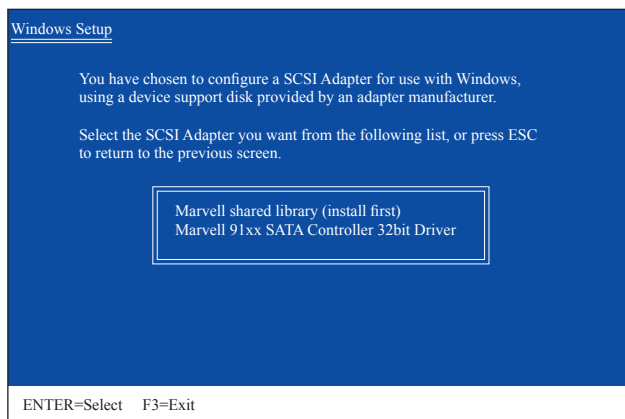

図3
SATA RAID/AHCIドライバを含むフロッピーディスクを挿入し、<Enter>を押します。次に、以下の図 3 のようなコントローラメニューが表示されます。Intel(R) Desktop/Workstation/Server Express Chipset SATA RAID Controller を選択し、<Enter>を押します。AHCIモードの場合、キーボードの矢印キーを使用して Intel(R) Desktop/Workstation/Server Express Chipset SATA AHCI Controller アイテムにスクロールし<Enter>を押します。
SATA AHCI ドライバを含むフロッピーディスクを挿入し、<Enter>を押します。画面に2つのドライバが表示されますが、どのどちらもインストールする必要があります(図3)。まず、Marvell shared library (最初にインストール)、<Enter>を押します。次の画面で、<S>を押して図3の画面に戻ります。次に、Marvell 91xx SATA Controller 32bit Driver ドライバを選択し、<Enter>を押します。確認画面に2つのドライバが表示されたら、<Enter>を押してドライバのインストールを続けます。